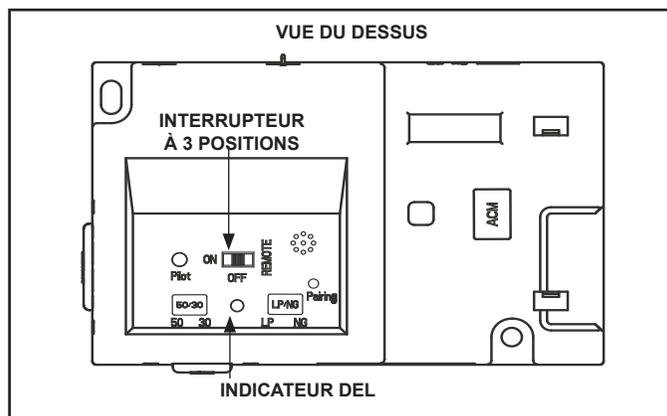

Figure 3.8 IFT-ECM
2. Réglez l'interrupteur de réinitialisation de l'encadrement sur la position « OFF ». Voir la figure 3.8. Assurez-vous que l'interrupteur du module d'allumage n'est **PAS** sur la position « ON ».
- Glissez l'interrupteur ON/REMOTE/OFF sur la position ON. Voir la Figure 3.8.
1. Le module de commande électronique (IFT-ECM) possède un commutateur de sélection à trois positions ON/OFF/REMOTE qui doit être réglé pour un bon fonctionnement. Voir la figure 3.8. Lorsque vous changez la position, il est important de faire une pause de 1 à 2 secondes dans chaque position.